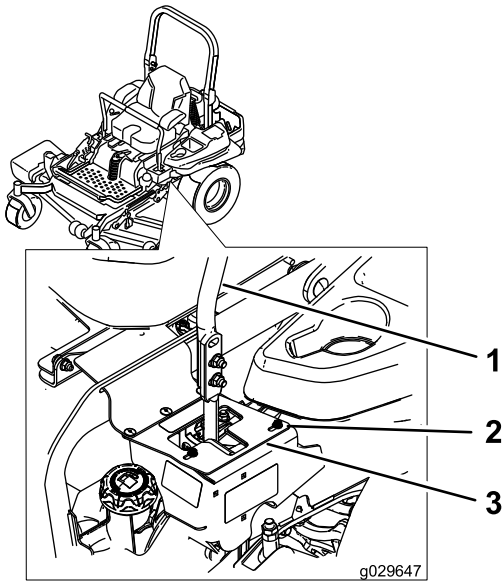

Figura 69
6. Si la máquina se desvía hacia la derecha, afloje los pernos y ajuste la chapa del tope izquierdo hacia atrás en la ranura en T de la izquierda hasta que la máquina avance en línea recta (Figura 69).
7. Si la máquina se desvía hacia la izquierda, afloje los pernos y ajuste la chapa del tope derecho hacia atrás en la ranura en T de la derecha hasta que la máquina avance en línea recta (Figura 69).
8. Apriete la chapa del tope (Figura 69).